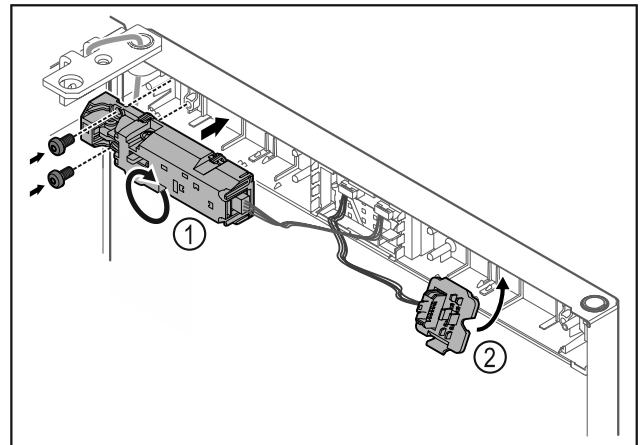

Fig. 24
- ▶ Girar el cierre a distancia Fig. 24 (1) 180° y fijarlo en el lado contrario.
- ▶ Encajar el soporte del conector Fig. 24 (2) en el lado contrario.